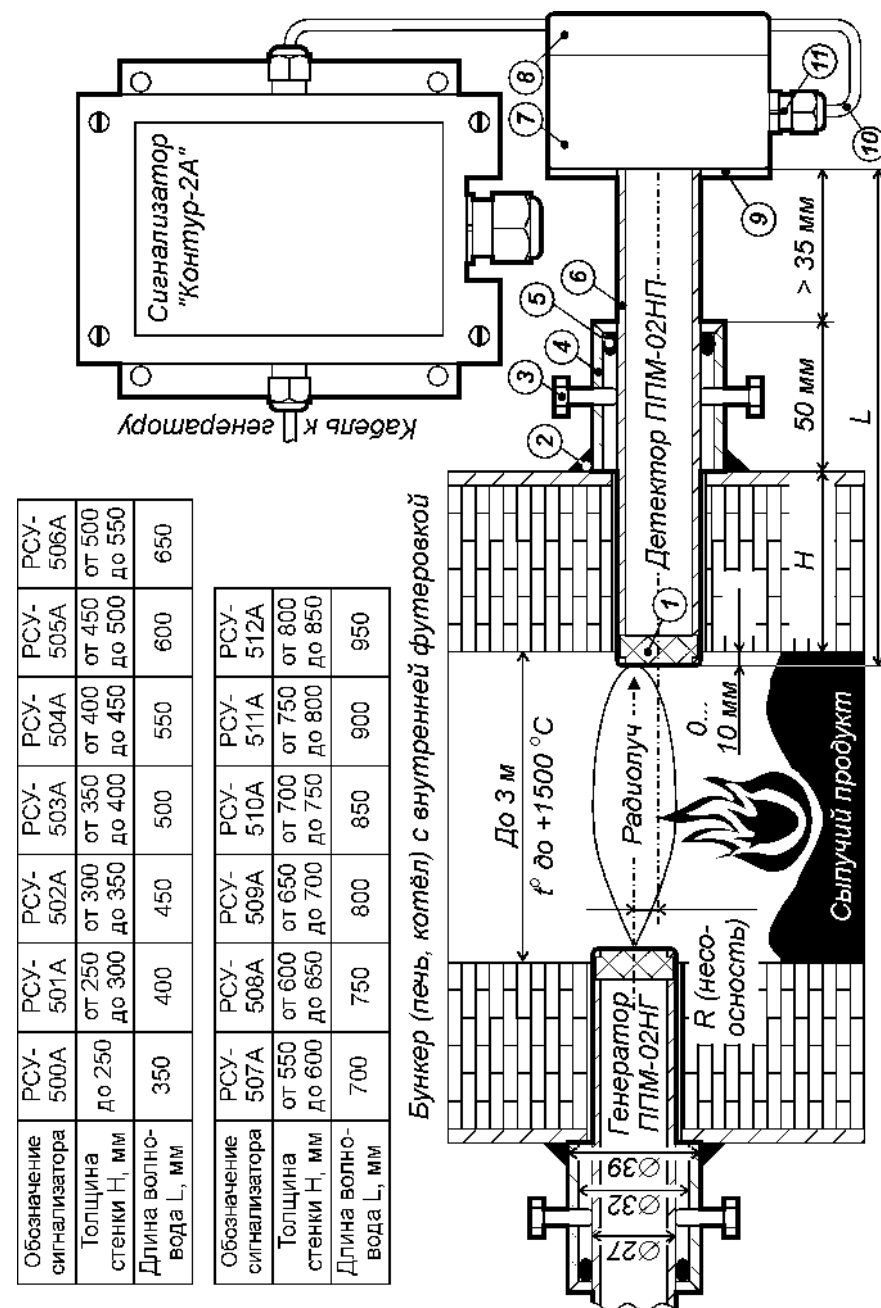

Рис. 1. Принцип действия датчиков уровня серии РСУ-500А.
Принцип действия датчиков уровня серии РСУ-500А (далее - «датчиков») основан на ослаблении амплитуды радиосигнала, проходящего сквозь слой контролируемого продукта (рис. 1).
В комплект поставки датчика входят микроволновые генератор и детектор. Они устанавливаются в соосные отверстия на противоположных стенках бункера: толщина стенок может достигать 850 мм (см. таблицу обозначений на рис. 1).
Генератор ППИМ-02НГ и детектор ППИМ-02НП имеют одинаковую конструкцию, показанную на рис. 1.
К корпусу через латунный фланец [поз. 9] прикреплён круглый волновод [поз. 6], изготовленный из терморезистивного металлического сплава. Со стороны контролируемого продукта волновод закрыт жаростойкой диэлектрической заглушкой [поз. 1]. Требуемая длина волновода L зависит от толщины футерованной стенки бункера и кодируется в обозначении типа датчика в соответствии с таблицей на рис. 1.
Установка генератора и детектора на бункер или его конический сход должна проводиться в строгом соответствии с рис. 1.
Сигнал, излучаемый генератором, является поляризованным: при повороте оси детектора относительно оси генератора (оси обозначены на рис. 1 штрих-пунктирной линией) чувствительность датчика резко снижается и при угле поворота в 90° падает практически до нуля.
1. Просверлить на противоположных стенках бункера, друг напротив друга сквозные отверстия диаметром 28...30 мм. Несоосность отверстий (R на рис. 1) не должна превышать 5% от внутреннего диаметра (сечения) бункера.
3. Измерить расстояние от внутренней поверхности футерованной стенки бункера до внешней грани крепёжной трубы. Отмерив указанное расстояние от торца керамической заглушки (поз. 1 на рис. 1) нанести на волновод (поз. 6 на рис. 1) соответствующую метку.
4. Избегая перекосов, вставить в подготовленные отверстия через крепёжные трубы генератор ППМ-02НГ и детектор ППМ-02НП до совпадения метки с внешним краем крепёжной трубы. Модуль должен быть установлен заподлицо с внутренней поверхностью стенки или выступать внутрь бункера не более, чем на 10 мм (см. рис. 1). При этом расстояние между внешней гранью крепёжной трубы и латунным фланцем (поз. 9 на рис. 1) должно быть не менее 35 мм.
6. Между волноводом и крепёжной трубой (см. рис. 1) необходимо проложить термостойкий шнур из комплекта поставки. Шнур укладывается равномерно слоем 1,5 – 2 витка и обеспечивает защиту пластикового корпуса генераторного (детекторного) модуля от открытого пламени.